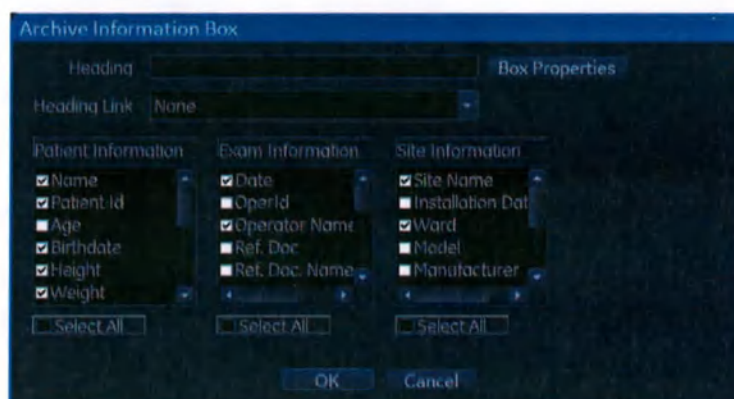

Рис. 11-2. Окно архивной информации
Отобразится окно *Archive information* (Архивная информация) (Рис. 11-2).
7. В поле *Exam Information* (Данные исследования) выберите **Structured findings** (Структурированные данные), **Findings conclusion** (Заключения по результатам), **Indication codes** (Коды показаний) и **Billing codes** (Коды счетов) (Рис. 11-2).